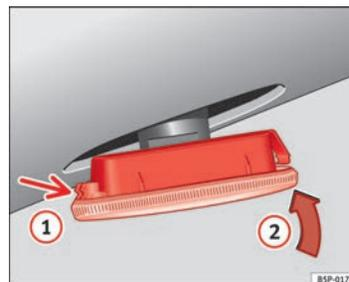

Fig. 197 Intermitente lateral
- Coloque el intermitente en primer lugar en el orificio de la carrocería, encajando las pestañas → fig. 197, flecha ①.
- Encaje la lámpara como indica la flecha ② ⇒ fig. 197. ■